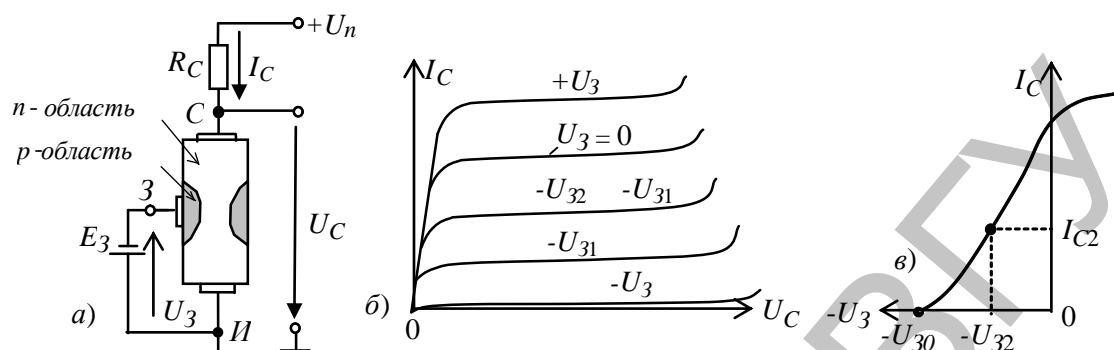

Рис. 3.
- с управляющим затвором типа *p-n*-перехода для использования в высокочастотных (до 12...18 ГГц) преобразовательных устройствах. Условное их обозначение на схемах приведено на рис. 3, а и б;
При подключении выходов стока C и истока I к источнику питания U_n по каналу n -типа протекает начальный ток I_C , так как p - n -переход не перекрывает сечение канала (рис. 3, a). При этом электрод, из которого в канал входят носители заряда, называют *истоком*, а электрод, через который из канала уходят основные носители заряда, называют *стоком*. Электрод, служащий для регулирования поперечного сечения канала, называют *затвором*. С увеличением обратного напряжения $-U_3$ уменьшается сечение канала, его сопротивление увеличивается и уменьшается ток стока I_C (см. рис. 3, b).
При напряжении $-U_3 = -U_{30}$, называемым *напряжением отсечки*, сечение канала полностью перекрывается обеднёнными носителями заряда барьерным слоем, и ток стока I_{C0} (ток отсечки) определяется неосновными носителями заряда p - n -перехода (см. рис. 3, b).